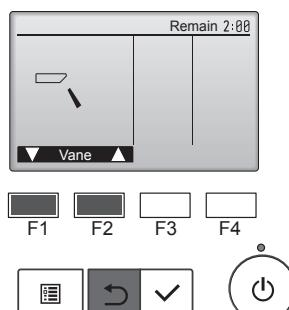

Fig. 7-4
- ② Naciąść przycisk [WYBIERZ], aby wyświetlić ekran pracy żaluzji, a następnie naciągnąć przyciski [F1] i [F2], aby sprawdzić automatykę żaluzji. (Fig. 7-4)